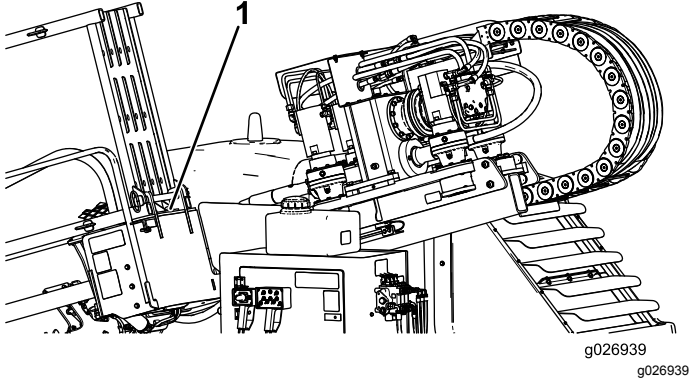

Bild 74
7. Lagern Sie das Zylinderschloss an der Rückseite des Rohrhalters (Bild 74).